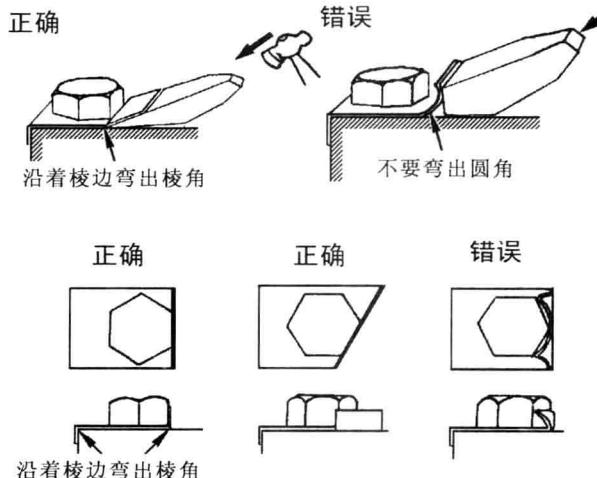

图 1-9 锁紧片的锁紧
1) 锁紧片。锁紧片的锁紧如图 1-9 所示。注意：锁紧片不要重复使用，不能在同一个地方弯曲两次。